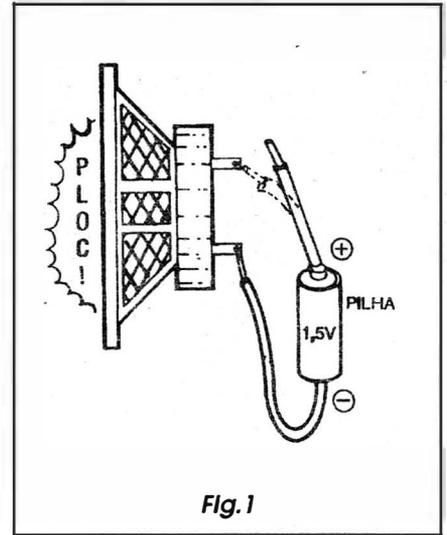

Fig.1
**- FIG. 1 - UM TESTE SIMPLES PARA ALTO-FALANTES...** - Apesar da sua enorme e óbvia importância enquanto transdutor final, no sentido electricidade/som, os alto-falantes não são suficientemente conhecidos, às vezes até por técnicos, que normalmente desprezam tais componentes no que diz respeito aos necessários dados, parâmetros, características eletro-mecânicas, possibilidades de defeitos e de reparos, etc. Existem, é claro, instrumentos de laboratório, especificos para o teste preciso e completo de alto-falantes... Entretanto, na maioria dos casos, uma análise eletro-mecânica simples e direta, poderá nos dar importantes subsídios quanto ao estado do componente...! A mais simples dessas verificações pode ser feita conforme mostra o diagrama, com o auxílio de uma única pilhazinha de 1,5V (pode até já estar meio gasta, já que mesmo sob tensões menores do que 1,5V o teste resultará...), mais dois pedacinhos de fio condutor... Tudo se resume em ligar, momentaneamente, os polos da dita pilha aos terminais do alto-falante... Este deverá emitir um nítido *PLÓC*... um som seco e curto, a cada toque do fio nos seus terminais... Embora elementar, o teste dá algumas importantes informações quanto ao falante: mostra que mecanicamente o componente está funcional, indicando que tanto o movimento da bobina interna, quanto do cone a ela solidário, estão se dando sem
instrumento destes, poderá realizar um teste já um pouco mais elaborado e... técnico no alto-falante: inicialmente *chaveia-se* o instrumento para medição de RESISTÊNCIA, com leitura em sua faixa mais baixa (colocando provisoriamente as pontas de prova em *curto*, *zera-se* cuidadosamente a leitura, através do *knob* normalmente existente no multímetro, para tal função...); em seguida, aplica-se as pontas de medição do multímetro aos terminais do falante... Um alto-falante eletricamente em **bom** estado, fará com que o ponteiro do instrumento saia do *zero*, indicando um valor qualquer (bastante baixo, mas *existente*...), normalmente entre 2 e 8 ohms. Se o ponteiro do multímetro ficar no seu encosto da esquerda (resistência *infinita*...) a bobina do falante estará *aberta*... Já se o ponteiro deslocar-se para a extrema direita da escala (resistência *zero*...), a bobina do alto-falante estará em *curto*... Uma vantagem desse teste, mais técnico, é nos dar alguma informação comparativa quanto à impedância do alto-falante, dado que não se pode obter com a verificação mais elementar, feita com a pilha, nos conformes da FIG. 1... Sobre esse *negócio* de impedância, falaremos com algum detalhe, mais à frente...